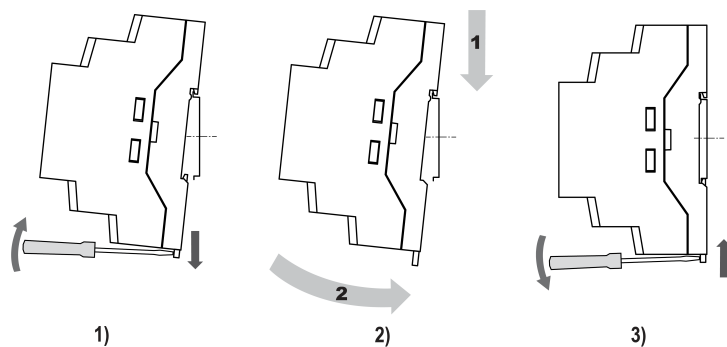

Рисунок 4.10 – Монтаж прибора с креплением на DIN-рейку
2. Вставив отвертку в проушину, оттянуть защелку рисунок 4.10, 1
3. Установить прибор на DIN-рейку в соответствии с в направлении стрелки 1 рисунок 4.10, 2;
4. Прижать прибор к DIN-рейке в направлении, показанном стрелкой 2 (рисунок 4.10, 2). Зафиксировать защелку (см. рисунок 4.10, 3).